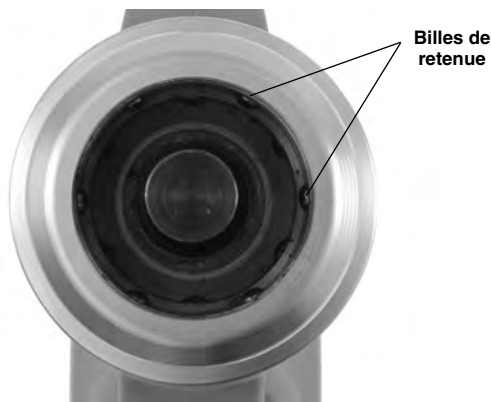

Figure 8 – Intérieur d'un raccord QCS
- Vérifiez que l'ensemble des billes de retenue du raccord QCS sont bien présentes dans leurs logements respectifs et qu'elles sont en bon état. La *Figure 8* montre l'intérieur d'un raccord QCS propre et en bon état.
Orientez l'extrémité du raccord QCS vers le bas et secouez-le délicatement pour en déloger les débris éventuels. Examinez l'intérieur du raccord pour débris résiduels. Une boule de coton peut servir à éliminer les débris éventuels. Ne permettez pas l'encrassement des logements des billes de retenue (Figure 8). Le raccord QCS est lubrifié à vie à l'usine. Ne jamais lubrifier le raccord QCS. Le mandrin QCS est lubrifié à vie et ne nécessite aucune lubrification supplémentaire. Ne jamais lubrifier le mandrin QCS.